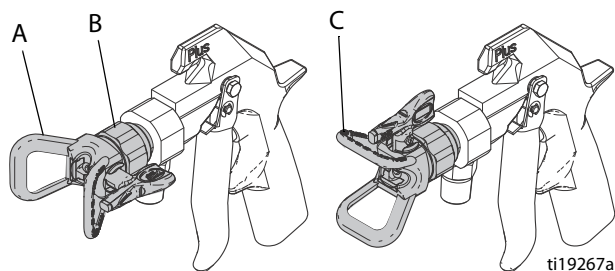

Рис. 3
1. Для регулировки направления распыла снимите давление. Ослабьте гайку крепления защитной насадки наконечника (B). Поверните защитную насадку наконечника необходимым образом для достижения вертикально или горизонтально направленного распыла. См. Рис. 3. Затяните гайку.